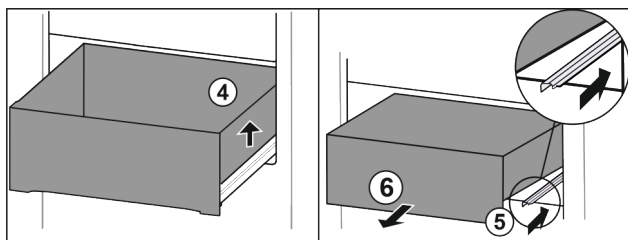

Fig. 83
- Nadzvedněte zásuvku vpravo. Fig. 83 (4)
- Zasuňte pravou kolejničku. Fig. 83 (5)
- Vyměte zásuvku dopředu. Fig. 83 (6)